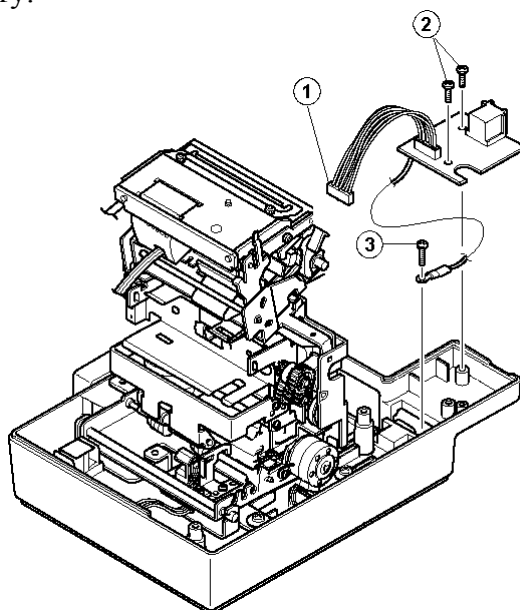

Рисунок 6 Интерфейсная плата денежного ящика и дисплея покупателя
Отсоединение интерфейсной платы денежного ящика и дисплея покупателя (см. Рис. 6):
1. Отсоедините шлейф платы от системной платы ККМ (см. Рис. 6, позиция 1).